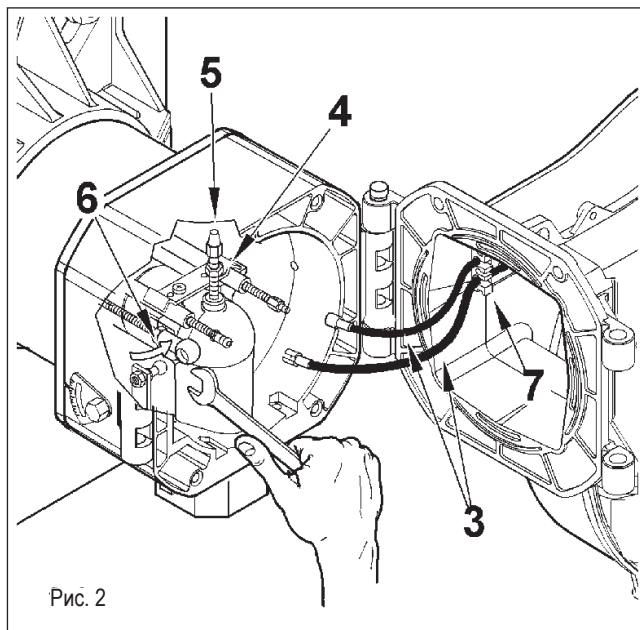
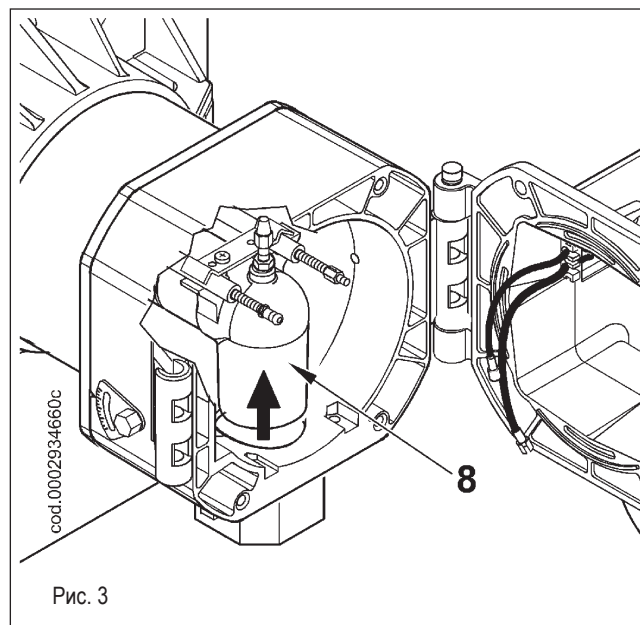

Рис. 2
Рис. 3
После того как были вынуты провода розжига и ионизации (3) из соответствующих электродов, полностью отверните гайку (4) и заверните винт (5) так, чтобы он продвинулся по газоподводящему патрубку (8), как показано на рис. 3, на расстояние, достаточное для гарантирования демонтажа узла смесителя. Используя тот же ключ, поверните шаровой шарнир (6) в направлении, указанном стрелкой, и отцепите рычаг продвижения головки горения (смотрите рис. 2).
Слегка приподнимите газоподводящий патрубок (8), смотрите рисунок 3. Снимите весь узел смесителя в направлении, указанном стрелкой (9), смотрите рисунок 4. Завершив техническое обслуживание и проверив правильное положение электродов розжига и ионизации, монтируйте головку горения, выполняя операции в обратном вышеперечисленному порядке (см. 0002934691).
! В момент закрытия горелки, мягко потяните в сторону электрического щита, чтобы электрод розжига и ионизации слегка натянулись. После этого расположите их в соответствующих гнездах (7), смотрите рисунок 2. Это позволит предотвратить поломку электродов крыльчаткой во время работы горелки.